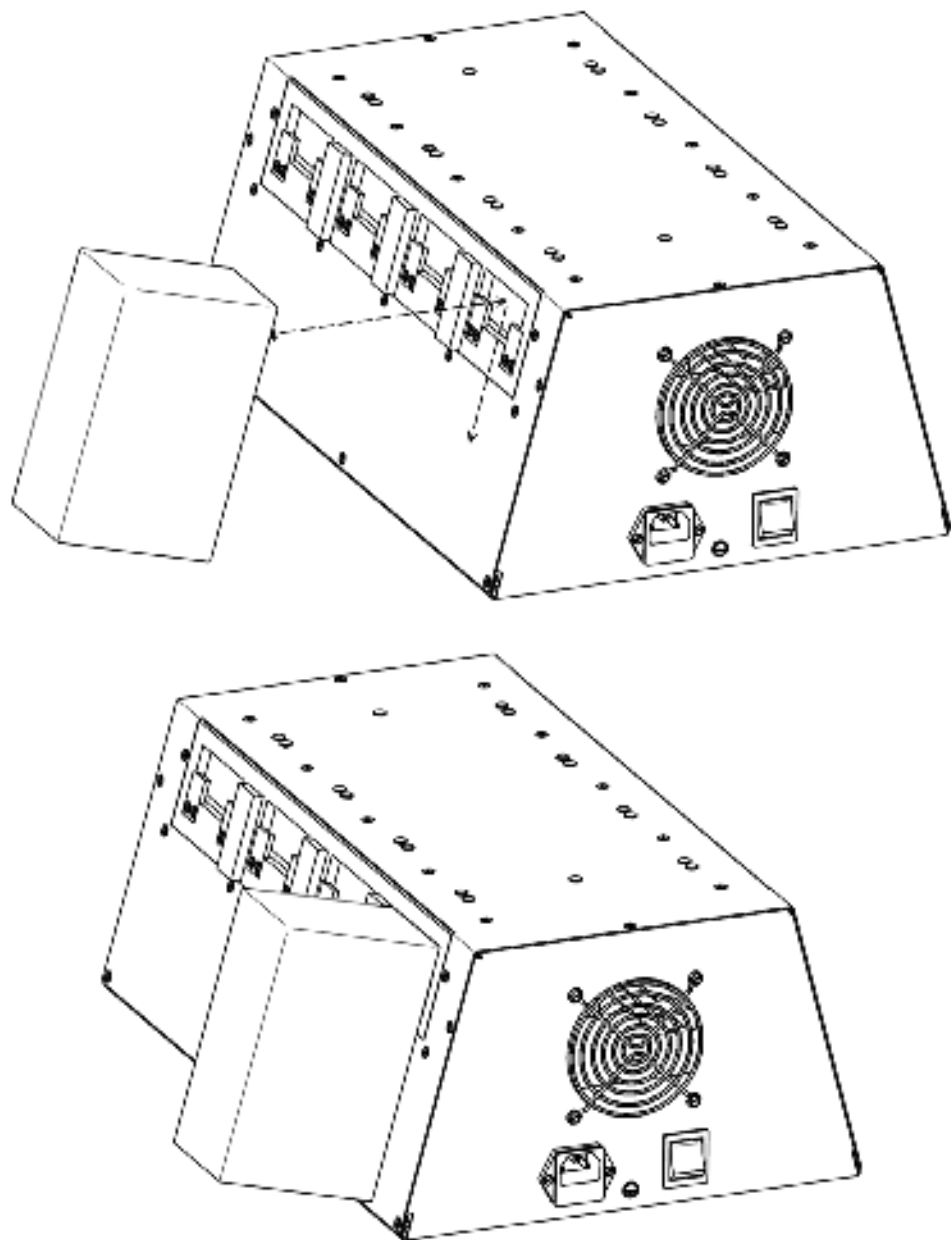

Рисунок 5 - установка АКБ.
- подключить к изделию необходимое количество АКБ (максимум 8 - см рис. 5);